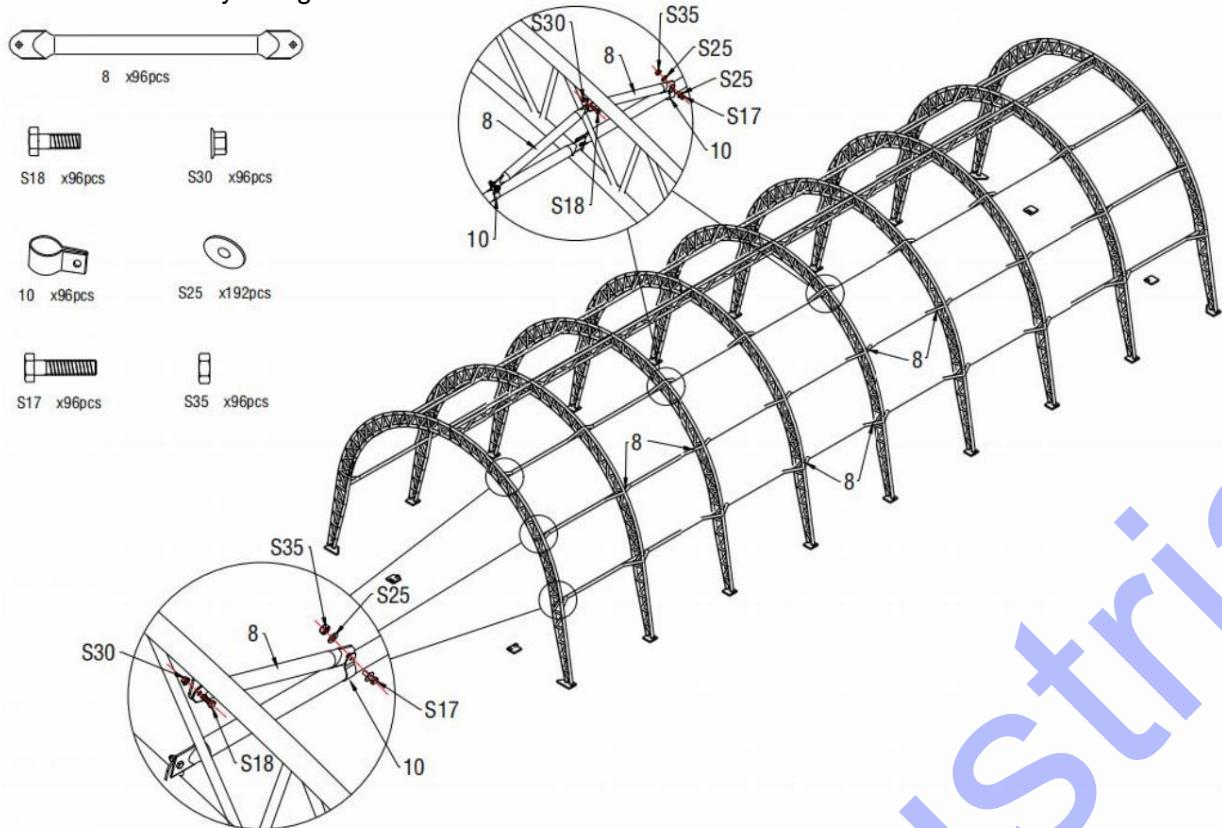

Figure 9
5. Fixez les clips (n° 10) sur les pannes (n° 7) et installez le tube de support diagonal pour panne (n° 8) sur les clips, comme illustré à la figure 9. Connectez le tube de support diagonal pour panne (n° 8) entre le cadre de l'arche et la panne (n° 7) à l'aide de vis M10x30 (n° S18) et M10x50 (n° S17) avec une rondelle plate M10 (n° S25).